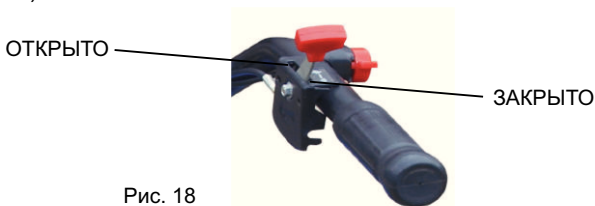

Рис. 18
4. Установить рычаг управления дроссельной заслонкой в положение "Открыто" ("OPEN") (Рис. 18).